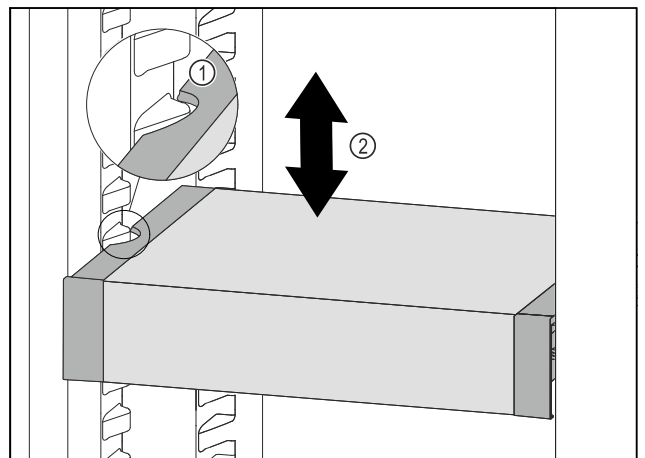

Fig. 167
- VarioSafe nach vorne ziehen, bis sich die seitlichen Aussparungen des VarioSafes auf Höhe der Behälterrippe im Kühlteil befinden. Fig. 167 (1)
- ▶ VarioSafe im Kühlteil nach oben oder unten bewegen, bis gewünschte Höhe erreicht ist. *Fig. 167 (2)*